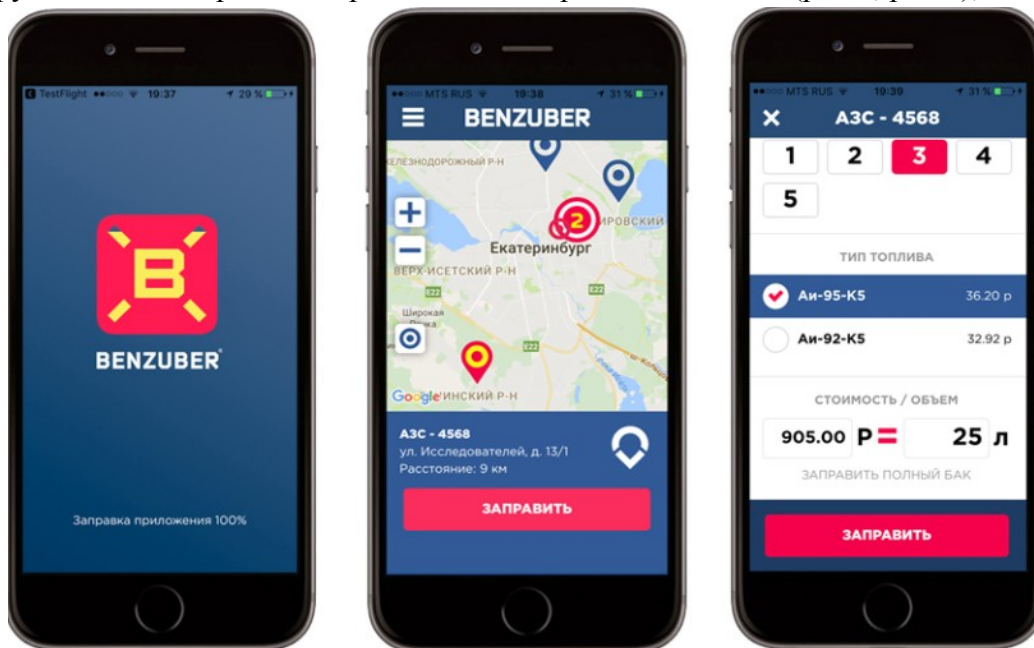
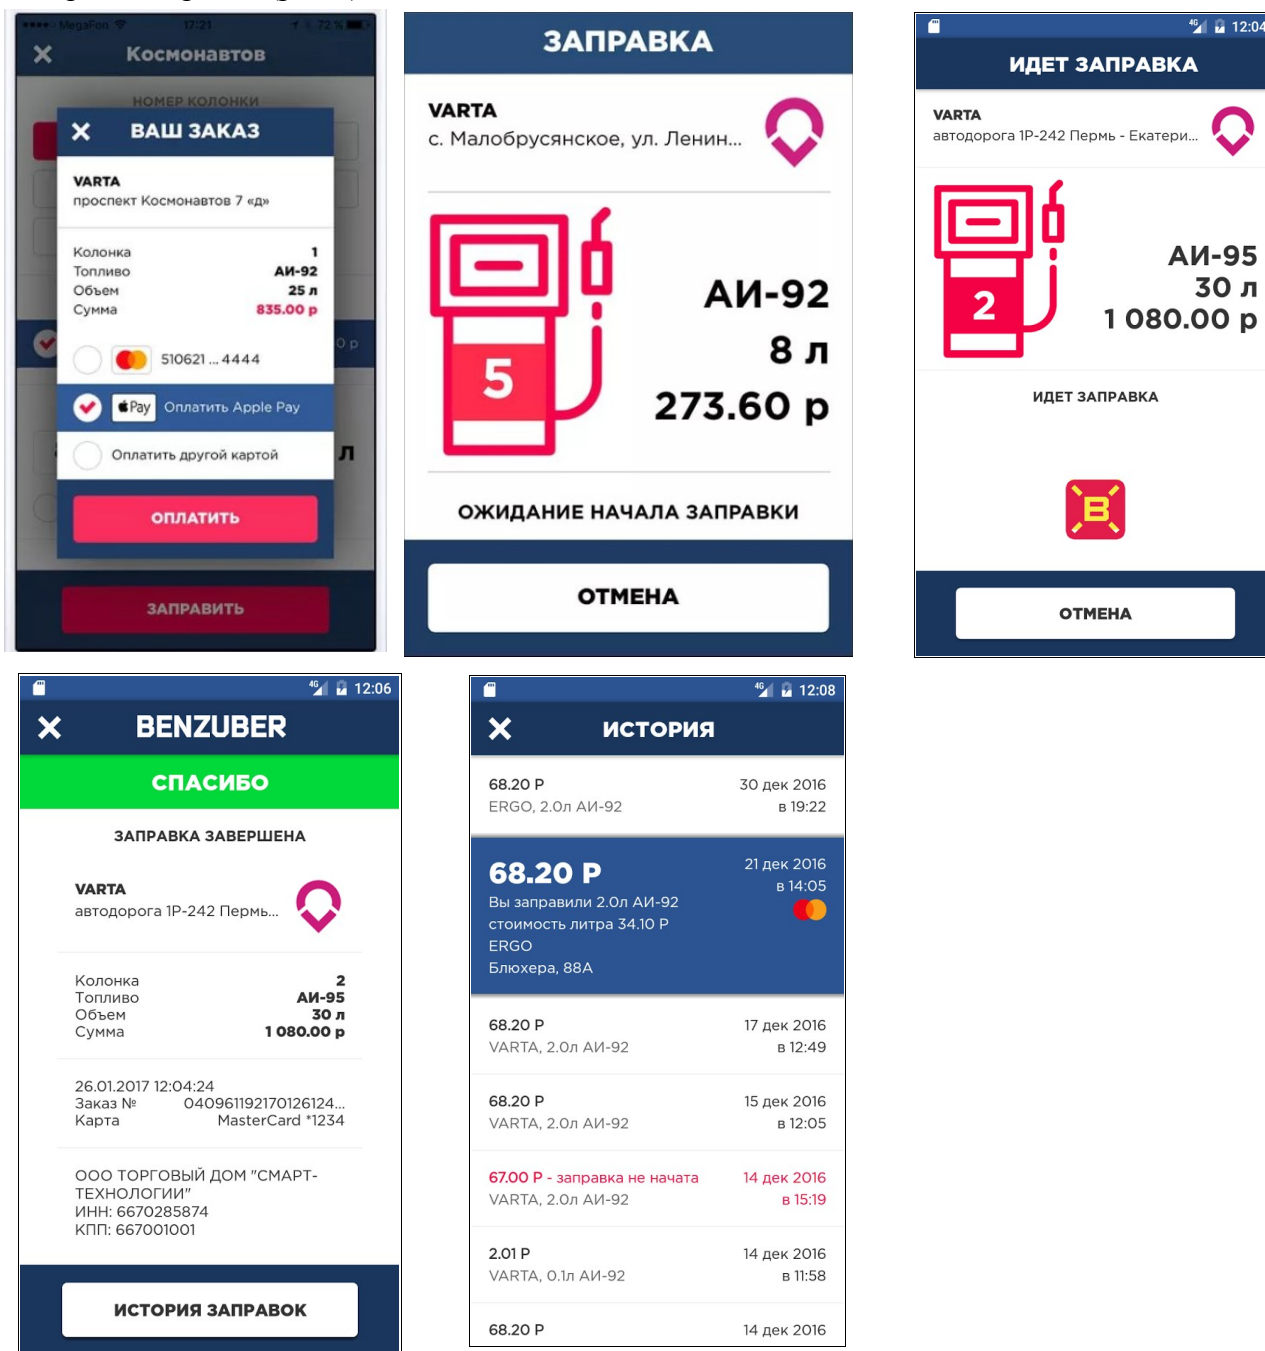

Рис.4
Рис.5
1. Запустите приложение BENZUBER, по умолчанию откроется карта, выберите нужную АЗС или включите геолокацию и позвольте программе самостоятельно определить ближайшие к вам заправочные станции (рис.4);
2. Прибыв на место, выберите номер колонки и вид топлива, затем укажите нужный объем в литрах или сумму в рублях и подтвердите операцию для совершения платежа (рис.4, рис.5);
«Заправка завершена», в котором можно нажать кнопку «История заправок», откроется окно с историей заправок (рис.5);